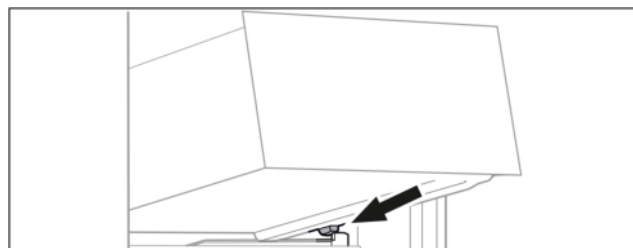

Fig. 70
- Schubfach schräg hinter den Stoppern auf Behälterrippe aufsetzen. (siehe Fig. 70)